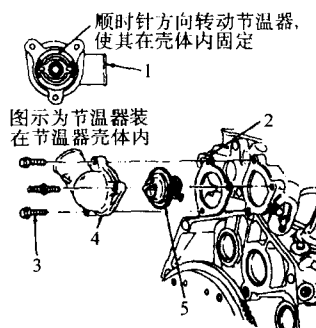

图 1-10 节温器及其相关机件——3.0L 发动机
6) 将节温器壳体与节温器作为一个总成拆下, 将节温器从节温器壳体中取出 (见图 1-10)。